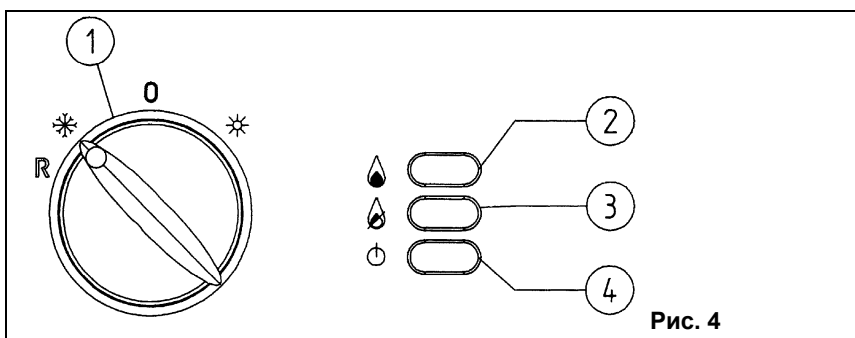

Рис. 4
**Внимание!** При первом розжиге горелка может загораться не сразу (пока не выйдет воздух из газовых труб), вызывая "блокировку" котла. В этом случае мы рекомендуем повторять процедуру зажигания, пока газ не дойдет до горелки. Для сброса блокировки ручку (1) кратковременно перевести в положение (R) (см. рис.4).
Обозначения на рис. 4: